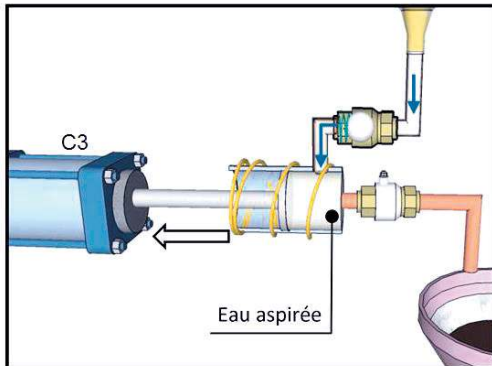

Figure 3
- L'**aspiration** de l'eau par le recul de la tige du vérin **C3** commandé par le distributeur **M3** jusqu'à l'action du capteur **l30** (figure 3).